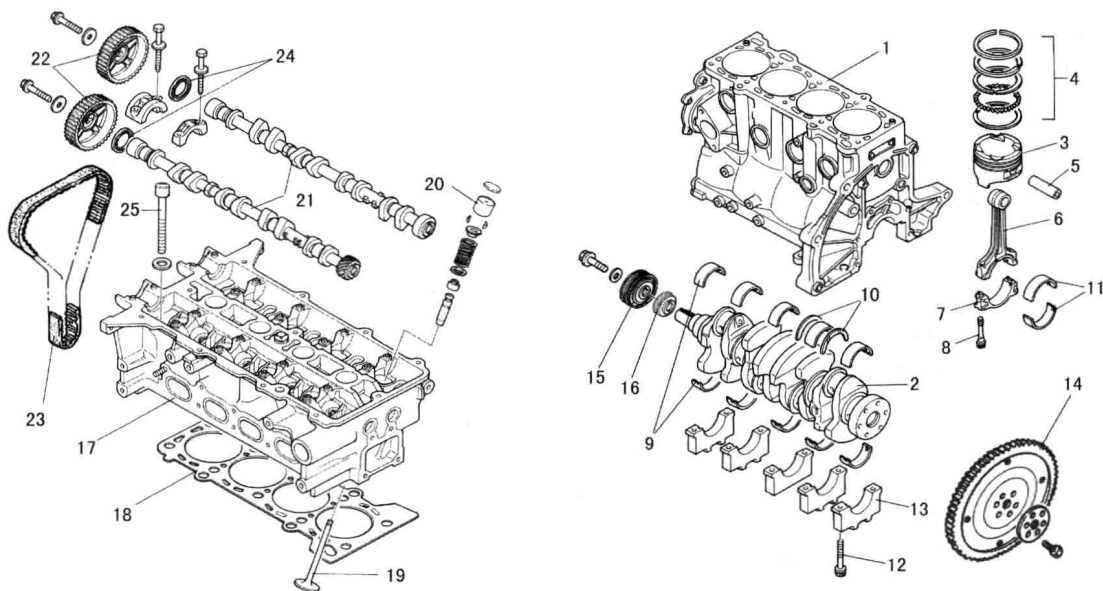

图 1-2 发动机主要零件
9. 分解发动机后,清洗所拆卸的所有零部件,并按规定摆放。对照表 1-1 和图 1-2,在图 1-2 中找出表 1-1 所列标号的发动机零件(或找出已列出的零件的标号),在表中填写其名称(或标号),并写出表 1-1 中所有列出的零件的作用。在已分解的发动机中查找这些零件,找到后在“认识”一栏中打√,未找到的打×。
10. 对照图 1-2 和表 1-2, 在图 1-2 中找出表 1-2 所列标号的零件 (或找出已列出的零件的标号), 写出其名称 (或标号)。在已分解的发动机中查找相应零件, 找到的在“认识”一栏中打√, 未找到的打×。